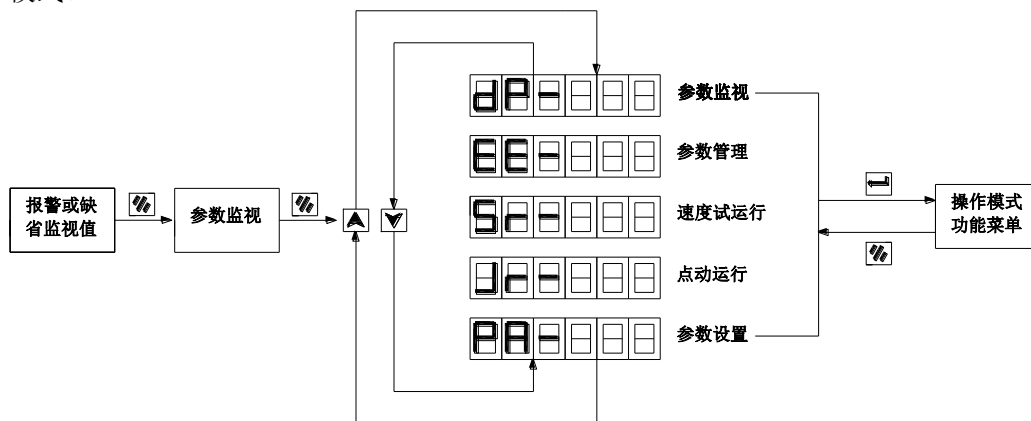

图 4-1 操作模式功能框图
3) 系统操作按多层操作菜单执行，第一层为主菜单，包括五种操作模式（如图 4-1 所示）；第二层为各操作模式下的功能菜单。